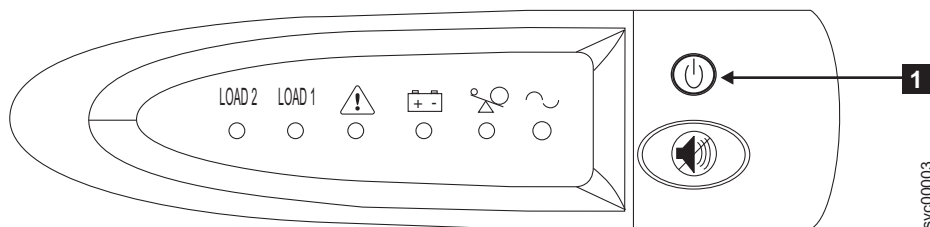

図 309. 2145 UPS-1U のフロント・パネル・アセンブリー
1. 2145 UPS-1U の前面で、電源ライトが消えるまで (約 5 秒間)、「オン/オフ」ボタン (図 309 の **1**) を押し続けます。2145 UPS-1U の一部のバージョンでは、オン/オフ・ボタンを押すために、ねじ回しのような先の尖った道具が必要な場合があります。2145 UPS-1U は待機モードになります。